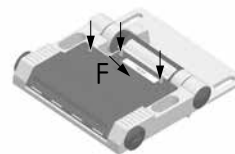

Fig. 4
- Luego atornillar los 3 tornillos de la tapa (fig. 4) uniformemente y con un par de apriete de 0,6 Nm.